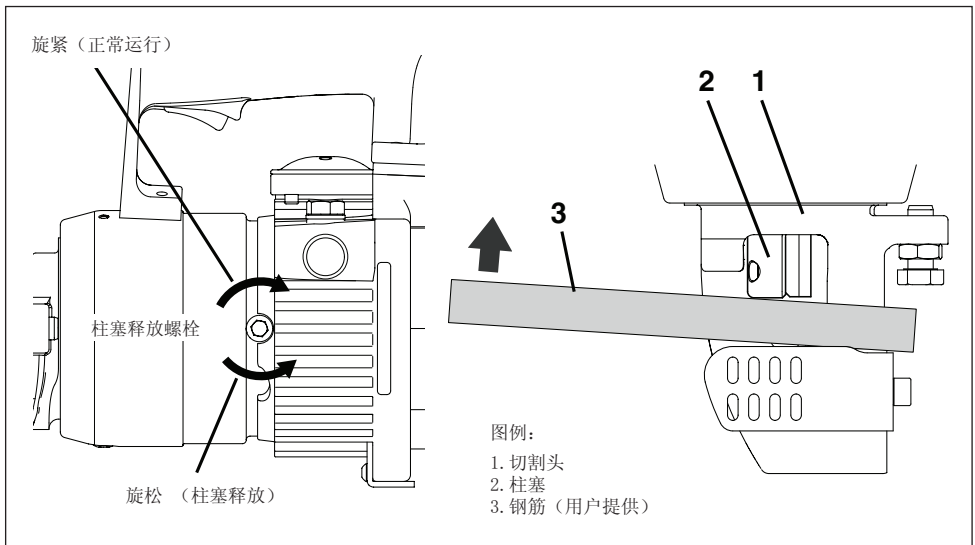

图 12，柱塞手动缩回程序
参见以下步骤。参见图 12。
4. 使用坚硬的钢筋，手动将切断机的柱塞推回，直至其缩回原位。请参见图 12，第 3 项。这一操作将会清理掉正常运行过程中阻碍柱塞缩回原位的污垢或其它杂物。
8. 清洁柱塞的外露部分。清除该部分上的所有碎片、碎屑和污垢。请参见图 12，第 1 项。